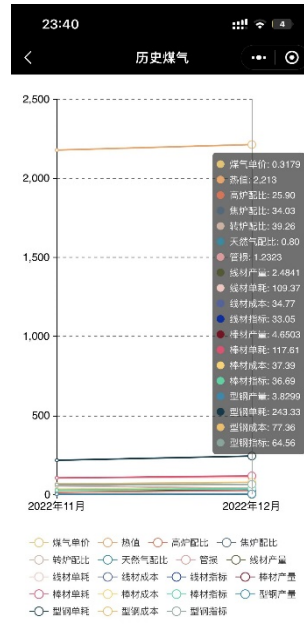

图 12
7、用一张折线图替代下方数据展示，如图 12 所示，点击折线图月份对应区域可直接显示当月所有数据。点击下方图例，可取消或添加此维度在图中展示，并自动缩放坐标系；